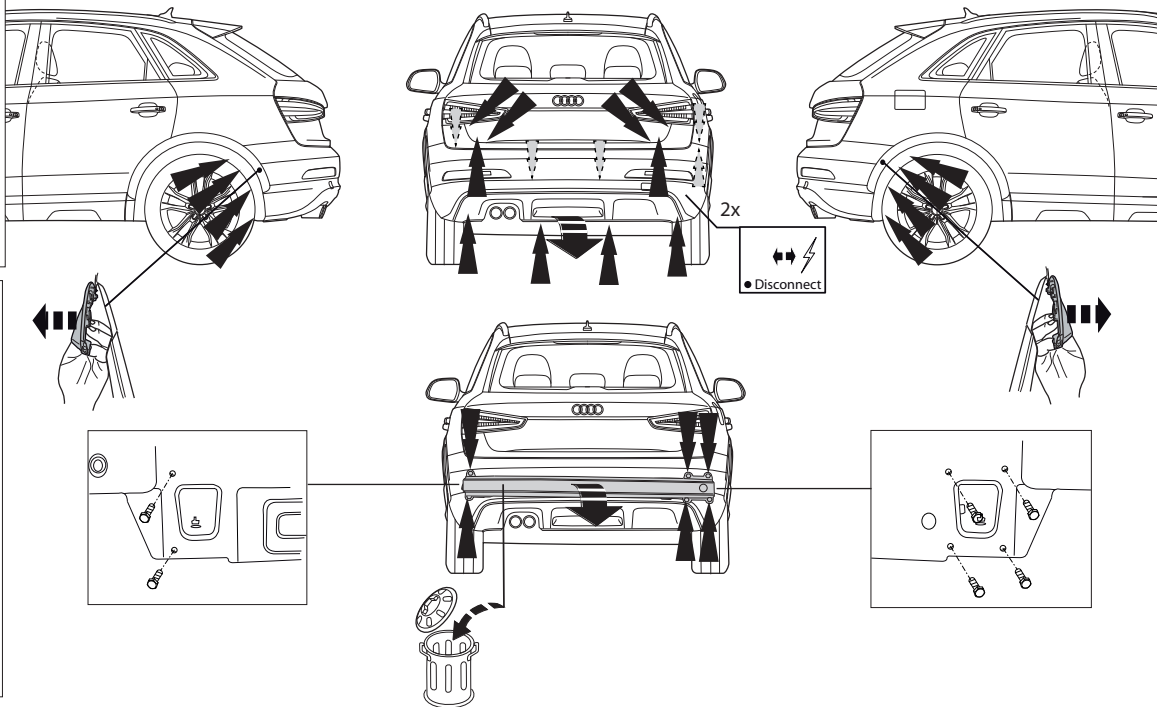

Fig. 1
1. Снять бампер вместе со буферным брусом автомобиля. Буферный брус больше не понадобится. Поставить болты на место. См. рисунок 1, 1a, 1b, 1c.